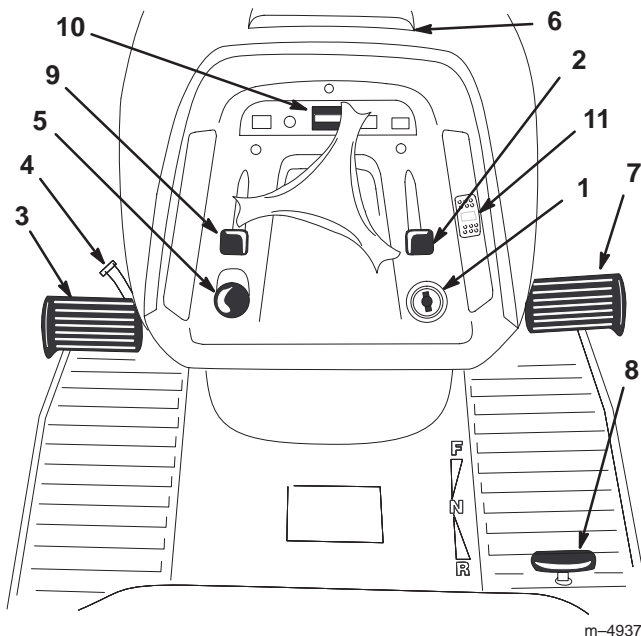

Figure 2
Avant de mettre le moteur en marche et d'utiliser la machine, familiarisez-vous avec toutes les commandes (Fig. 2).
1. Appuyez sur la pédale de frein (Fig. 2) et maintenez-la enfoncée.
2. Tournez le levier de frein de stationnement (Fig. 2) dans le sens anti-horaire et relâchez progressivement la pédale de frein. La pédale doit rester bloquée en position enfoncée.
1. Enfonchez la pédale de frein (Fig. 2). Le levier de frein de stationnement doit se déverrouiller.
2. Poussez la commande du régulateur de vitesse en position activé (Fig. 2).
Le compteur horaire se trouve sur le tableau de bord (Fig. 2). Il indique le total des heures de fonctionnement de la machine.